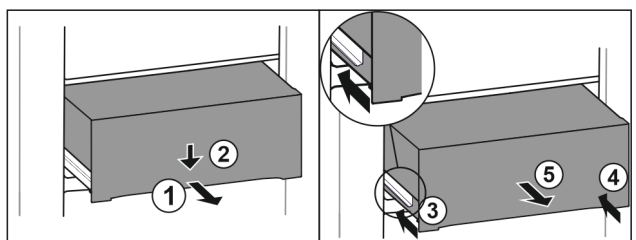

Fig. 153
- ▶ Zásuvku napůl vytáhněte. Fig. 153 (1)
- ▶ Stlačte zásuvku na přední straně dolů. Fig. 153 (2)
- ▶ Zasuňte levou kolejničku přibližně do 2 cm. Fig. 153 (3)
- ▶ Zasuňte pravou kolejničku přibližně do 2 cm. Fig. 153 (4)
- ▶ Vyjměte zásuvku dopředu. Fig. 153 (5)